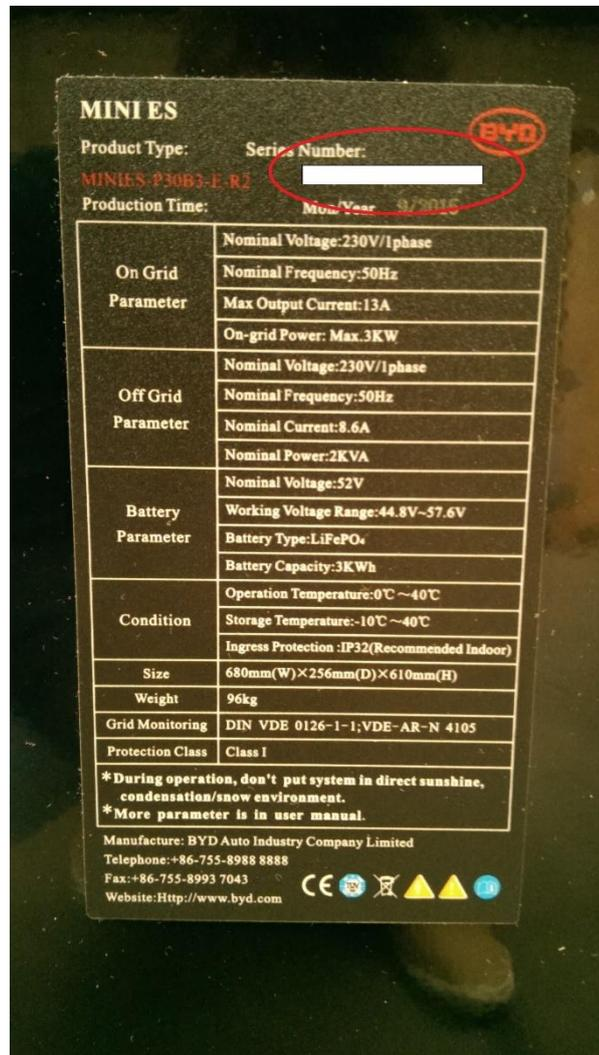

Abbildung 75: Typenschild Mini 3-3 mit Kennzeichnung der Seriennummer
- Die Produktseriennummer ist dem Typenschild des Mini 3-3/6 zu entnehmen. Die Produktseriennummer ist die „Series Number“ (siehe Abbildung 75).